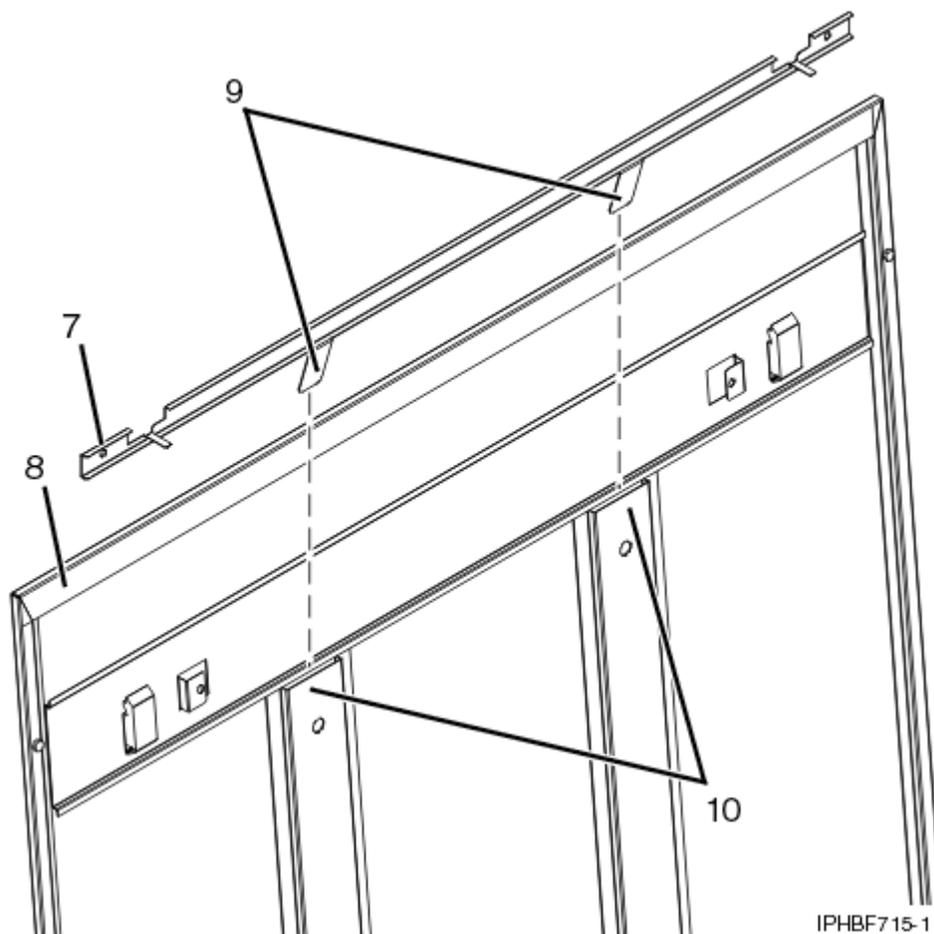

Figure 56. Installation d'une glissière de sécurité
- b. Veillez à ce que la partie plate de la glissière **(7)** soit face à la partie intérieure du panneau **(8)** (voir la Figure 56, à la page 85). Insérez les deux pattes **(9)** de la glissière dans les deux supports verticaux **(10)** du panneau latéral.